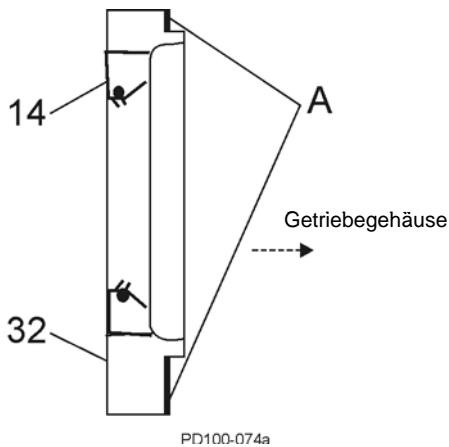

Abbildung 88 – Montage der Lageraufnahme
18. Überziehen Sie die Flansche der Aufnahmen mit Silikonschmierstoff (Abbildung 88, Pos. A; bei silikonfreien Modellen kann Gore-Tex®-Dichtungsband verwendet werden). Die Schmierstoffdichtung (Pos. 14) ist bündig mit der Vorderseite der Lageraufnahme. Bei den Modellen 030 liegt die Schmierstoffdichtung an der Stufe im Innenumfang der Aufnahme an.
19. Montieren Sie die Lageraufnahmen (Abbildung 88, Pos. 32).